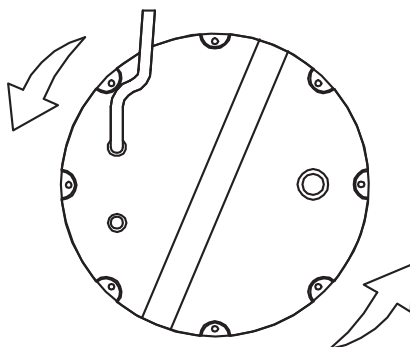

Fig. 2
3. Observer attentivement le contrecoup au démarrage, avec l'électropompe vue d'en haut. Si el sentido de rotación es correcto, el casquillo superior se moverá en sentido antihorario como indican las flechas en el dibujo (FIG 2).